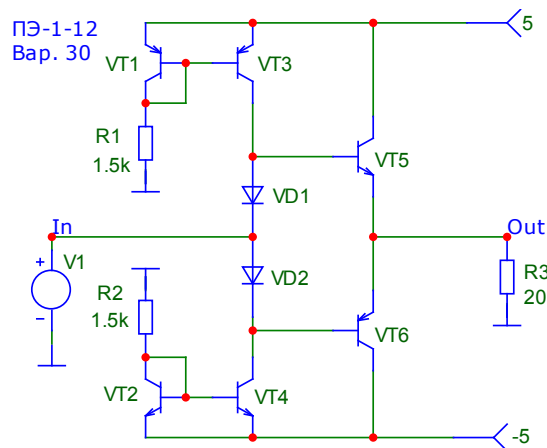

Рисунок 1.2 – Усилитель мощности с источниками тока
2.1. Собрать или загрузить из файла схему двухтактного усилителя мощности с источниками тока (рис. 1.2). Задать амплитуду источника синусоидального сигнала  $V1 = 3$  В. Указать в поле схемы группу и номер варианта (номер в журнале посещаемости).